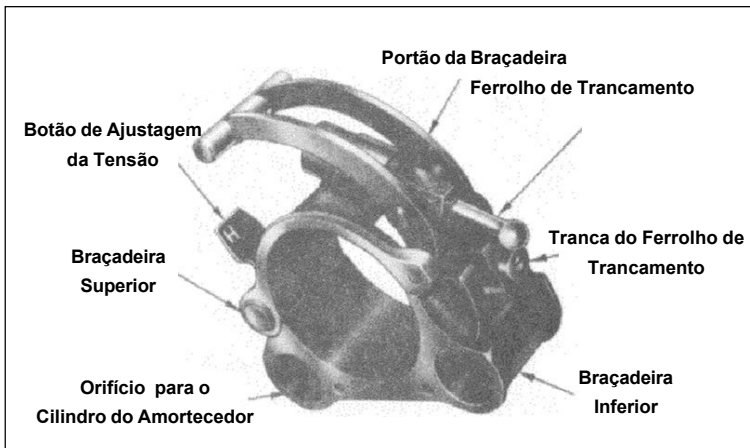

Fig 2-6. Braçadeira do Tubo do Bipé L5A3
(3) A braçadeira está presa ao restante do conjunto por um parafuso transversal. À direita do parafuso está a manivela de direção para controlar e ajustar o movimento em direção, esta se dobra para facilitar o movimento e não danificar durante o deslocamento. A posição em que foi montado o parafuso permite o deslocamento na horizontal, e no centro há uma haste que serve para a elevação. Esta haste controla o nivelamento longitudinal (elevação). O mecanismo de nivelamento transversal é ajustado da mesma forma que o em direção, porém, está posicionado embaixo do mecanismo de direção e do lado do mecanismo de elevação, atravessado entre os dois. Este mecanismo controla o nivelamento transversal. (Fig 2-6)